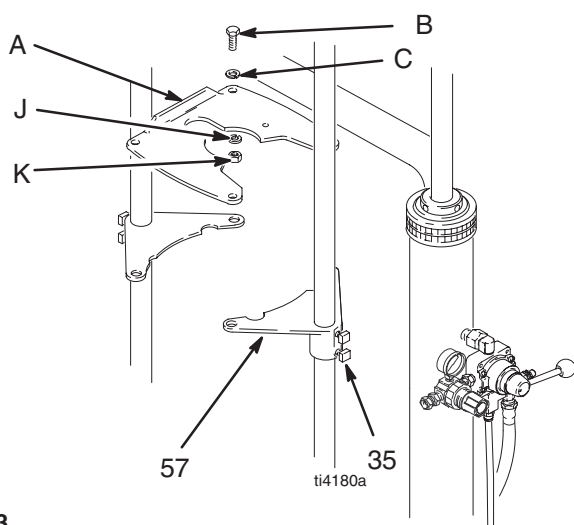

Fig. 3
1. Coloque las ménsulas de montaje (57) de forma que la parte superior de la bomba esté despejada de la viga de soporte (3).
2. *Sólo para las bombas President y Monark Check-Mate 450*, instale la placa de montaje (A) en las ménsulas de montaje (57) usando cuatro tornillos (B) y arandelas de seguridad (C). Vea la Fig. 3. Observe que la placa está orientada de forma distinta para la bomba President y para la bomba Monark.